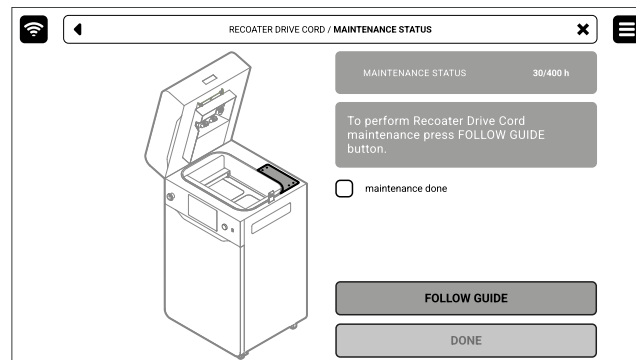

Abb. 12.61 Der Bildschirm für die Wartung der Recoater-Antriebskordel.
3. In diesem Fall drückst Du **MAINTENANCE DONE**, sobald Du den Vorgang abgeschlossen hast, und drückst dann die Taste **DONE**. Der Timer wird auf Null zurückgesetzt (Abb. 12.61).